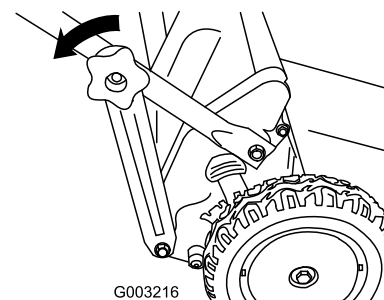

Figure 14
- Retirez les boutons de fixation des supports aux extrémités de la partie inférieure du guidon (Figure 14).